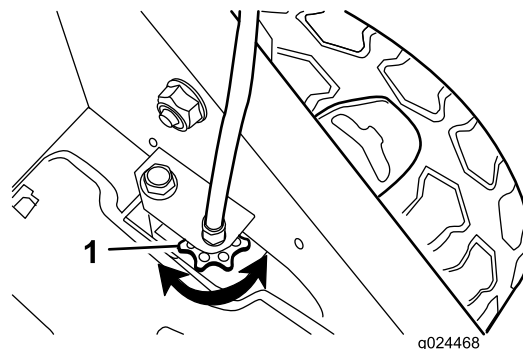

Figure 27
- Si les roues ne tournent pas quand vous engagez la barre de commande d'autopropulsion, la courroie de déplacement n'est pas assez tendue. Tournez une fois la molette de commande des roues (Figure 27) dans le sens horaire et répétez les opérations 4 à 6.
des roues (Figure 27) dans le sens antihoraire et répétez les opérations 4 à 6.